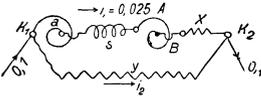

Abb. 25. Abgleich des Eigenwiderstandes von Drehspulinstrumenten zu Aufgabe 89.
- der Widerstand x (Abb. 25) zwischen B und K_2 , der noch zugeschaltet werden muß, um bei $0,1 [0,1] \text{ V}$ Spannungsunterschied zwischen K_1 und K_2 einen Strom von $0,025 [0,015] \text{ A}$ durch s fließen zu lassen,